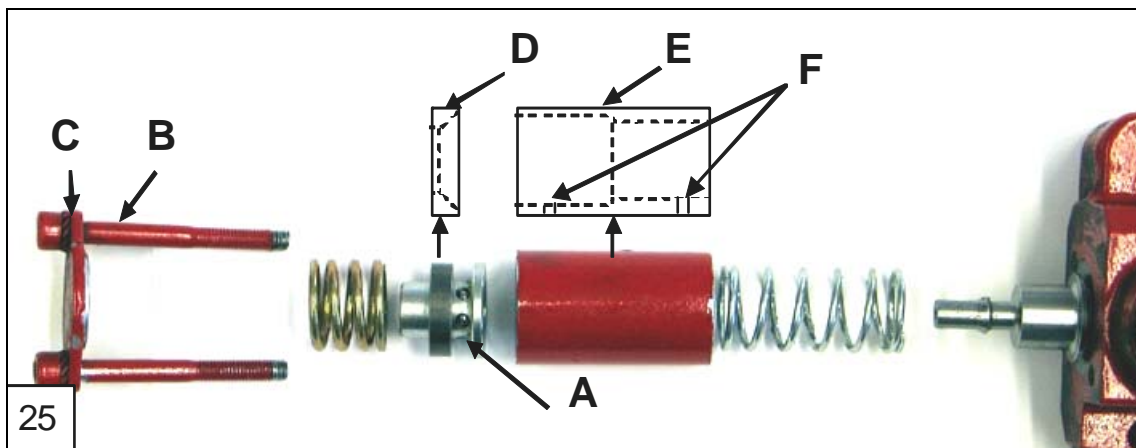

Abb. 27
9.16 Aufbau des Rastenendes und die richtige Reihenfolge der Teile, Abb. 27